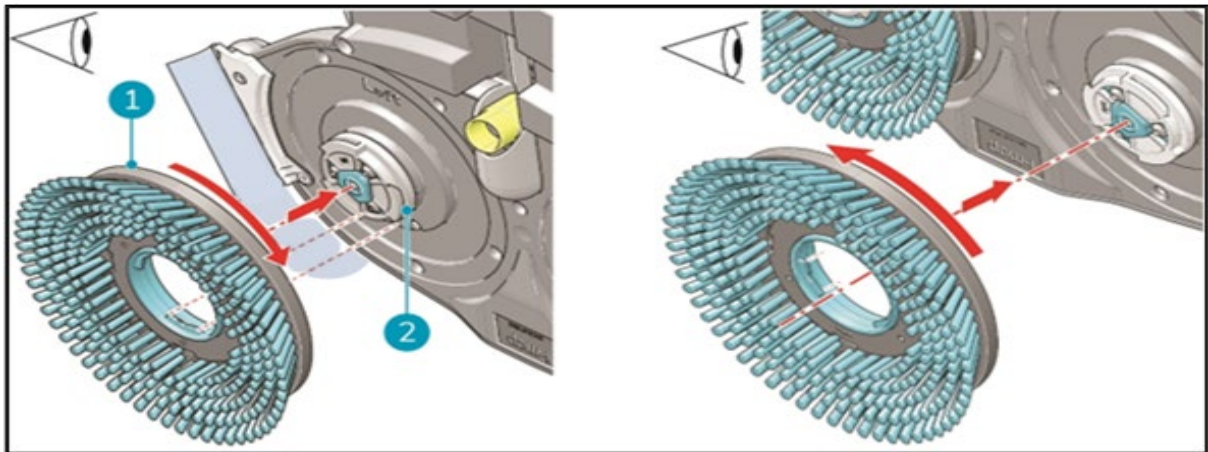

Figure 34
3. En utilisant votre autre main pour tourner la brosse gauche (Figure 34, pos. 1) dans le sens inverse des aiguilles d'une montre jusqu'à ce que vous sentiez une résistance ou que vous voyiez le disque moteur tourner également.